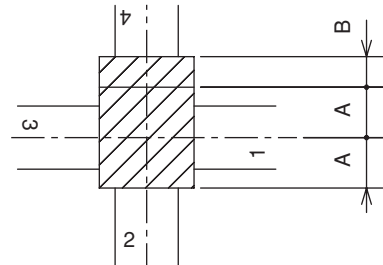

図 13-2 把握部が偏心している場合
- ③ 工作物の把握部が長方形だったり、偏心している場合、ソフトジョーを揃えて成形した後、偏心している方向のジョーを工作物に合わせて加工してください。例えば図13-2のような工作物の場合、すべてのソフトジョーをAに揃えて成形した後、No.4ジョーのみBだけ加工します。